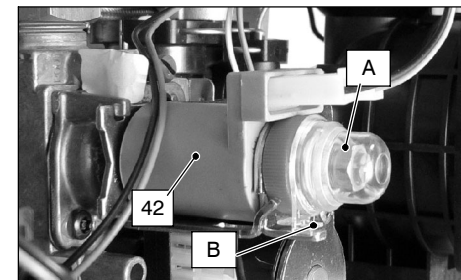

fig. 7.2
- Rimontare il cappuccio di protezione "A" fig. 7.2
- 7 Rimuovere il cappuccio di protezione "A" dell'operatore modulante 42 in fig. 7.2 ruotandolo in senso orario per liberarlo dal fermo "B" e facendo leva con un cacciavite piatto nella scanalatura.